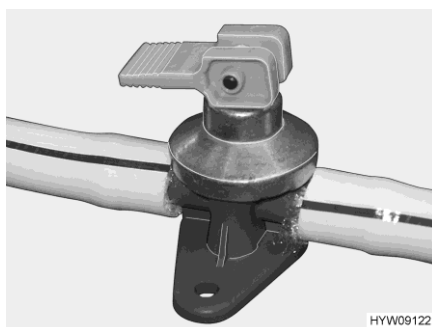

Bild 150 Avtappningskran (varmvattenberedare Alde)
- Stäng avtappningskranarna (Bild 150 och Bild 149). Dra då till locket medurs eller ställ vipparmen vågrätt. Säkerhets-/avtappningsventilens och avtappningskranarnas monteringsställen anges i avsnittet 10.6 i slutet av detta kapitel.